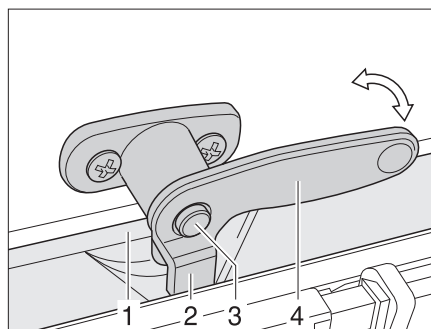

Fig. 60 Levier de verrouillage avec bouton de sécurité en position "fermée"
- Tourner le levier de verrouillage (Fig. 60,3) d'un quart de tour vers le centre de la fenêtre.